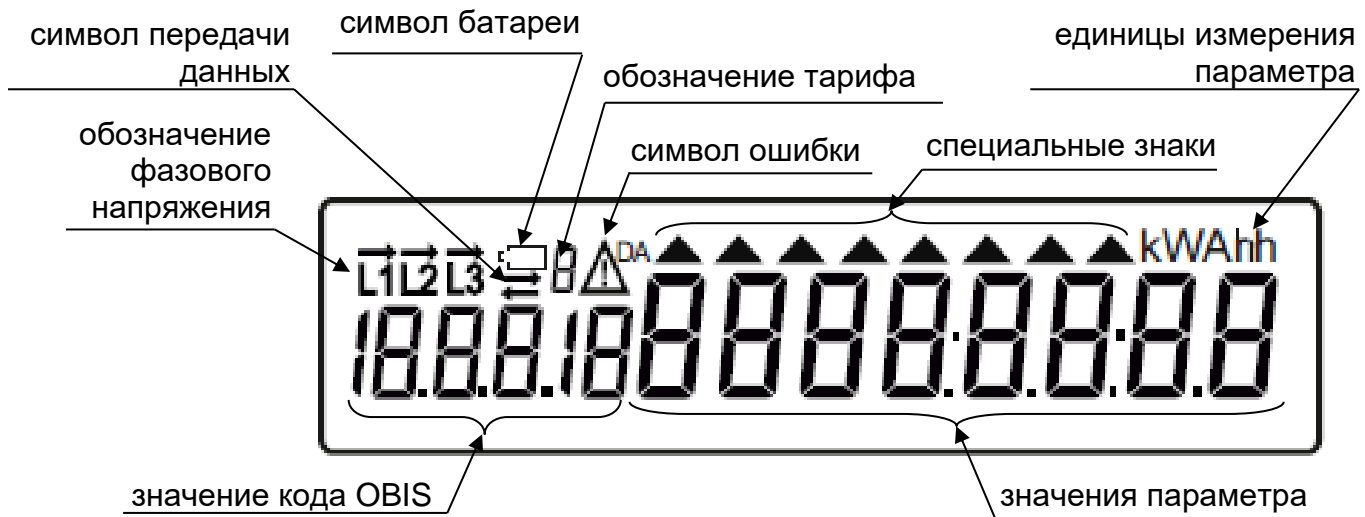

Рисунок 3.1 – Внешний вид дисплея счетчика со всеми включенными сегментами
3.8.3 В результате нажатия на большую кнопку прокрутки дольше 5 секунд счетчик переходит в режим отображения на индикаторе расширенного набора параметров. Режим сопровождается подсвечиванием крайнего правого треугольника (рисунок 3.1), расположенного в правом верхнем углу («§»). Во время отображения списка можно прокручивать данные вперед/назад с помощью кнопок прокрутки. Если кнопки не нажимаются, то список будет прокручиваться автоматически с интервалом между отображаемыми данными – ~7 секунд.
Если данные счетчика при этом считываются через оптопорт, на индикаторе возникает мигающий треугольник «TP» (при его наличии, рисунок 3.1), при котором протокол DLMS прекращает работать, а используется технологический протокол.